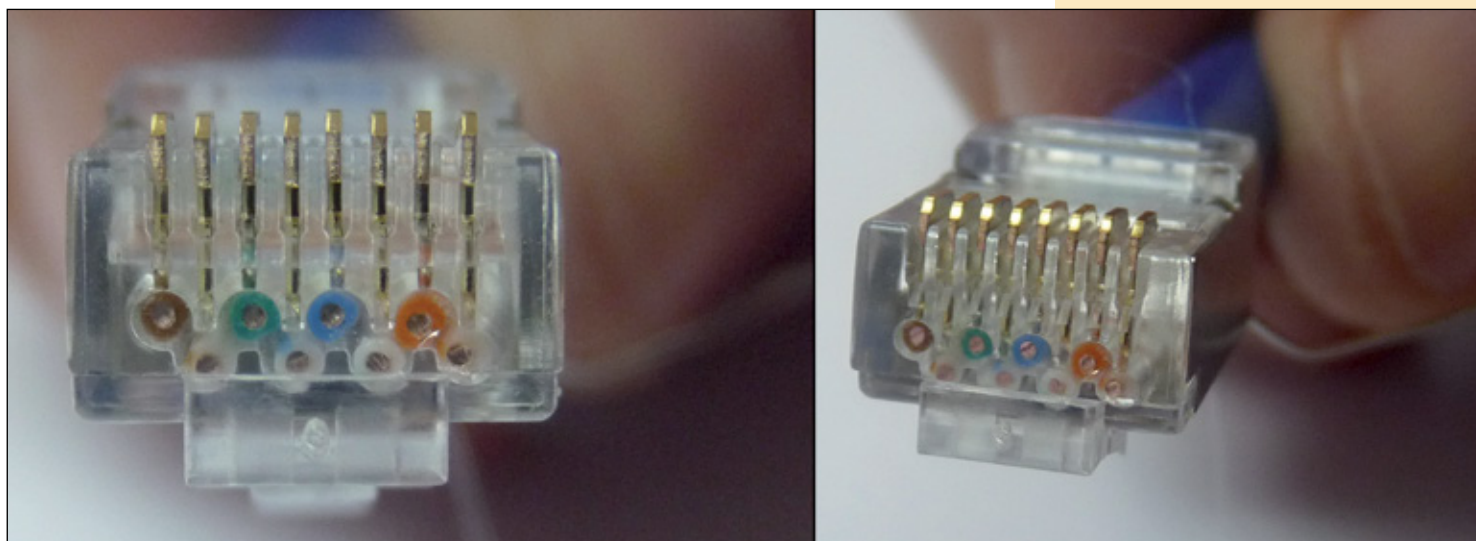

Figura 20
- 15 Observe cómo llegan las puntas de los conductores al fondo del **Main Body**, tal como se muestra en el grupo de imágenes de la **Figura 20**.